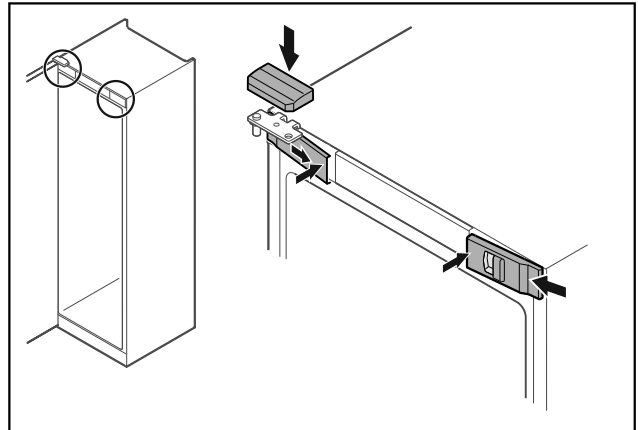

Fig. 35
- ▶ Akassza be oldalt az elős burkolatokat Fig. 35 (1), és belül pattintsa be.
- ▶ Felülről pattintsa be a felső burkolatot Fig. 35 (2).